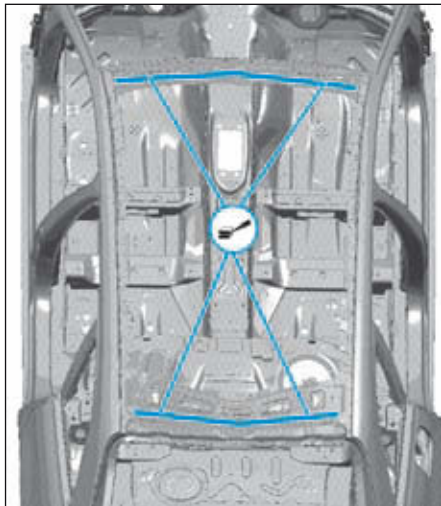

FIG.78
- Appliquer la colle de montage sur le cadre de pavillon (Fig.78).